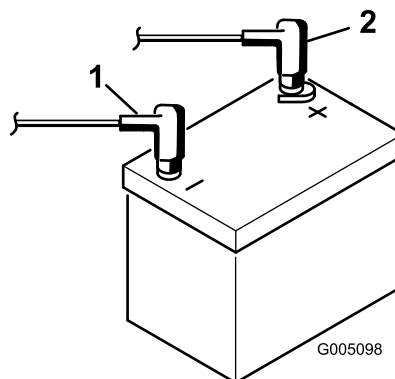

図 7
7. 最初に、赤い (+) ケーブルをバッテリーの (+) 端子に、次に黒いケーブル (-) をバッテリーの (-) 端子にはめ、ボルトとナットで固定する(図 7)。ショート防止のために (+) 端子にゴムキャップをかぶせる。